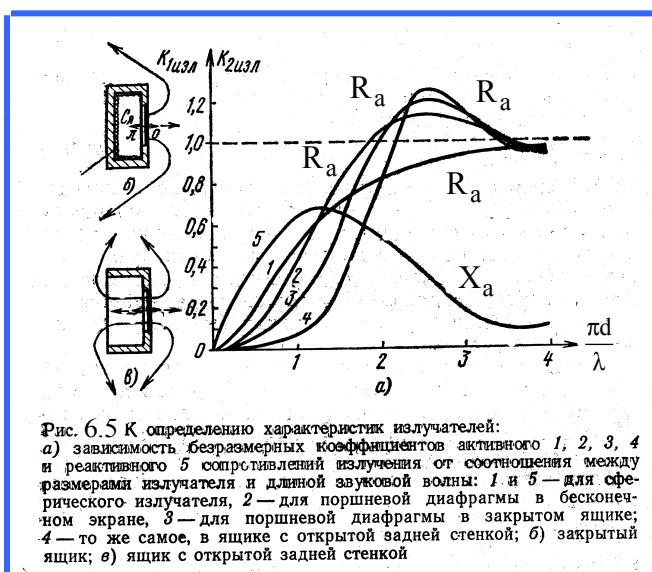

Рис. 6.5 К определению характеристик излучателей:
**Сравнительная оценка излучателей звука.** Зависимости активной и реактивной составляющих акустического сопротивления от отношения диаметра излучателя  $d$  к длине волны  $\lambda$  для различных типов излучателей приведены на рис.6.5. Эти графики определяют низкочастотную частотную область излучения сферических и плоских волн для экранов конечных и бесконечных размеров при различных значениях коэффициента  $K_d$ , определяемого равенством
На рис.6.5. кривая 1 относится к активной составляющей акустического сопротивления сферического излучателя. Поэтому она выше всех остальных кривых и это значит, что обеспечивается наиболее лучшее воспроизведение низких частот при значении  $K_d < 1$ . Кривая 2 относится к  $Z_a$  поршневого излучателя в бесконечном экране, который излучает полусферическую волну. В этом случае, пока  $K_d < 1,5$  лучшее воспроизведение НЧ обеспечивает сферический излучатель. Для  $K_d > 1,5$  преимуществом
хуже, чем для поршневого излучателя в бесконечном экране. В открытой акустической системе, когда размеры экрана меньше длины звуковой волны, возникает дифракция волн в результате чего увеличивается реактивная составляющая акустического сопротивления, а активная уменьшается. При этом противофазные плоские звуковые волны огибают экран, возникает интерференция и НЧ звуковые колебания подавляют друг друга, что поясняется рис.6.5.